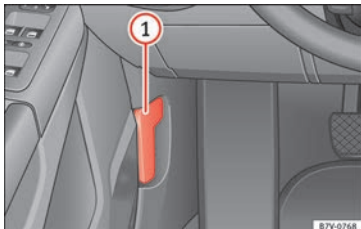

Abb. 162 Im Fußraum auf der Fahrerseite: Hebel zum Entriegeln der Motorraumklappe.
- Vor dem Öffnen der Motorraumklappe sicher stellen, dass die Scheibenwischerarme an der Frontscheibe anliegen » ❶.
- Entriegelungshebel in Pfeilrichtung ziehen » **Abb. 162**. Die Motorraumklappe springt durch Federkraft aus der Verriegelung des Schlossträgers » ⚠.